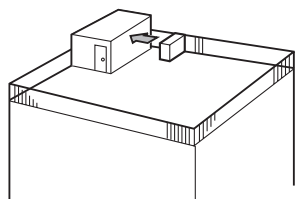

Fig. 2-4
- (1) Coloque la salida de aire de frente a la pared más próxima a una distancia de unos 50 cm de ella. (Fig. 2-4)